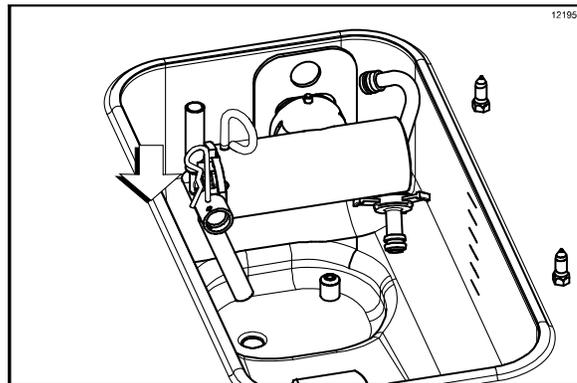

図166
12. ロッキングピンをポンプから外します。ミックスホッパーの隅にミックスフィードチューブを立てておきます。ロッキングクリップは、ポンプハウジングのアウトレットフィッティングに差しておきます(図166を参照)。